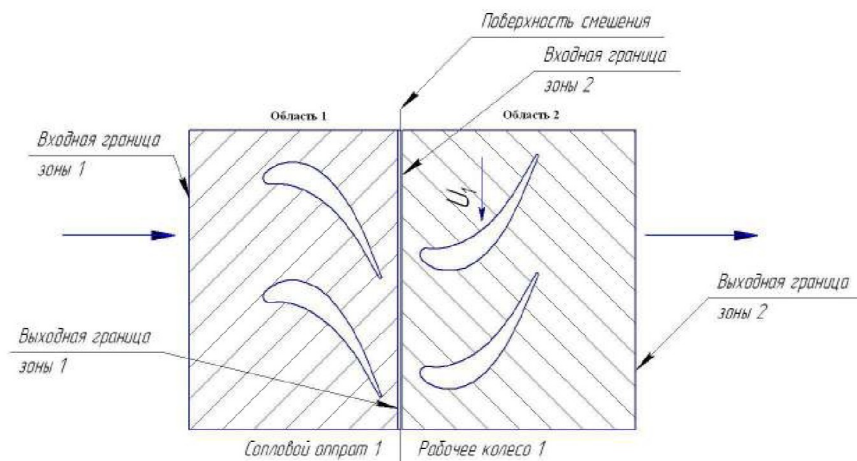

Рис. 7.10. Расположение граничных условий при определении поверхности смещения
2. На входе в каждую область течения устанавливается входное ГУ (*pressure inlet* или *mass flow inlet*), а на выходе потока из нее – выходное ГУ (*pressure outlet*). Таким образом, на каждой поверхности, разделяющей области течения, будет задано по два ГУ, принадлежащие разным областям (рис. 7.10).